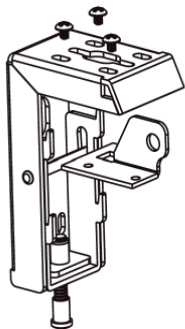

Figure 14
2. Fixez les suspensions de plafond sur les supports muraux à l'aide des vis M5x10 mm fournies et assurez-vous que les vis du support mural sont bien serrées. (Fig. 14 et 15)